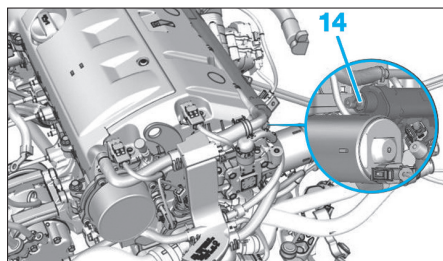

Fig. 73
- Désaccoupler du tube intermédiaire (12) le boîtier de sortie d'eau puis le déposer.
- Faire chuter la pression d'essence en branchant l'extrémité de l'outil [1] sur la valve (14) et récupérer l'essence dans un récipient (Fig.73).